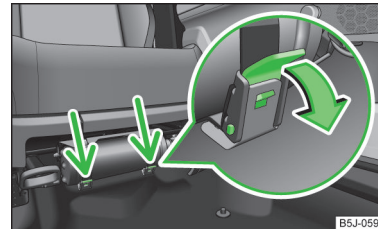

Abb. 146
- Die beiden Gurte lösen, indem an den jeweiligen Sicherungen in Pfeilrichtung gezogen wird » Abb. 146.